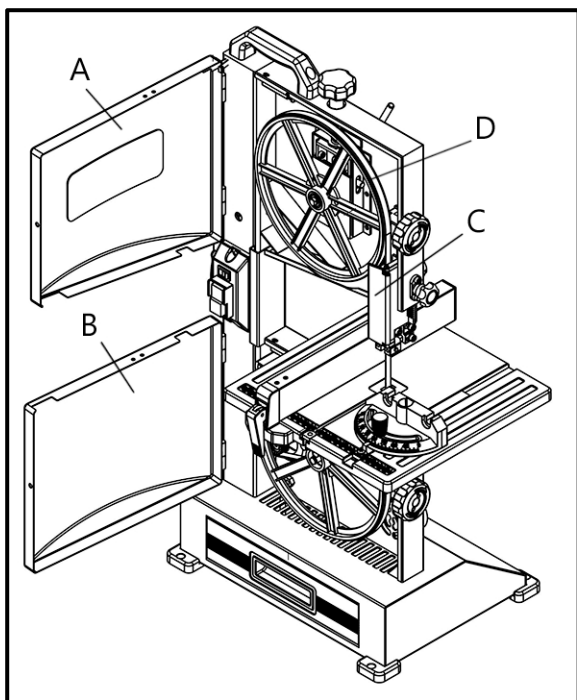
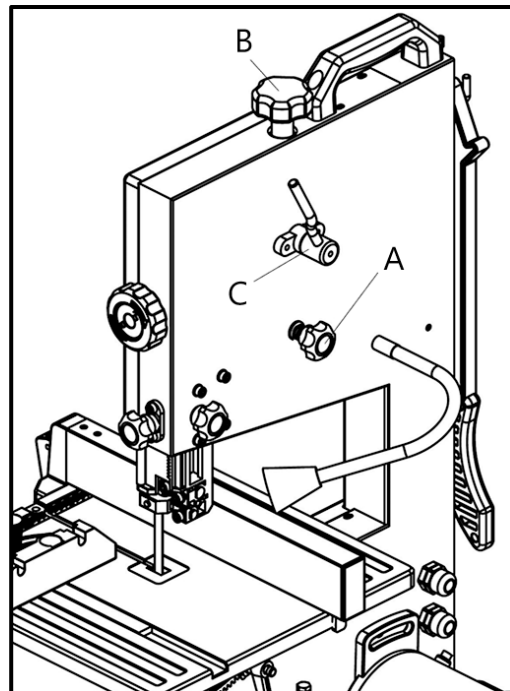

Рисунок 11.
Рисунок 12.
отрегулировать наклон верхнего маховика D (рис. 11).
Ослабьте ручку блокировки С (рис. 12), вручную поворачивайте верхний маховик D (рис. 11),
осторожно, не касаясь пильного полотна. Поворачивайте ручку регулировки А (рис. 12) по
После регулировки затяните фиксирующую ручку С (рис. 12) и закройте крышки А и В (рис. 11).
Полностью поднимите верхнюю направляющую пыльного полотна. Принимая во внимание ширину пыльного полотна, вращайте ручку В, чтобы отрегулировать натяжение (рис. 12).
- Откройте верхнюю и нижнюю крышки (рис. 11).
- Ослабьте ручку быстрого доступа С (рис. 12).
- Закройте верхнюю и нижнюю крышки А и В (рис. 11). Закройте крышку верхней направляющей С.